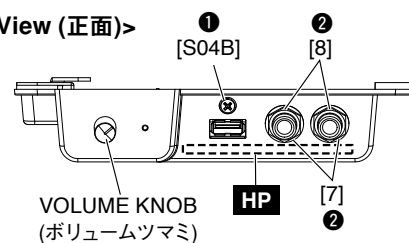

Fig. 10 (図 10)
10-2. Remove the screw marked [S04B], two (2) hexagonal nuts marked [8] and two (2) washers marked [7]. The HP circuit board can then be removed. (Fig. 10)
* **Tighten the screws in the numerical order of ① and ② in the figure during installation of the HP circuit board.** (Fig. 10)
10-2. [S04B] のネジ 1 本と [8] の特殊六角ナット 2 個、[7] のワッシャー 2 個を外して、HP シートを外します。(図 10)
※ HP シートを取り付けるときは、図中の数字 ①、②の順にネジ締めをしてください。(図 10)
- 11-2. Remove the volume knob. (Fig. 10)
- 11-3. Remove the screw marked [S03F]. The FJ angle can then be removed together with the MVR circuit board and PL circuit board. (Fig. 10)
- 11-2. ボリュームつまみを外します。(図 10)
- 11-3. [S03F] のネジ 1 本を外して、MVR シート、PL シートと共に FJ アングルを外します。(図 10)